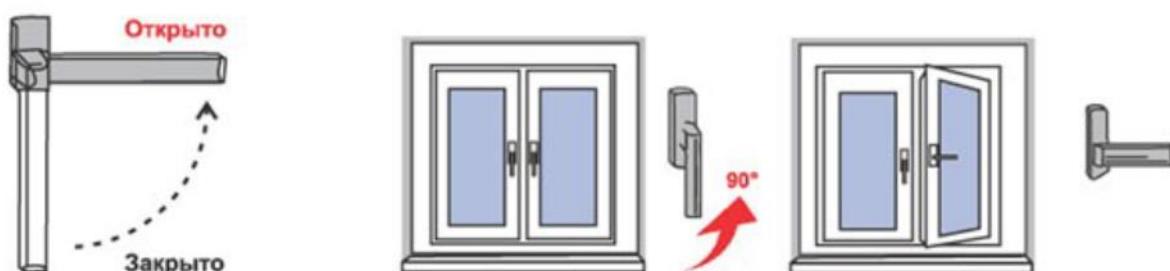

Рис.1
2) Чтобы открыть (распахнуть) створку окна, ручку поворачивают на 90 градусов в горизонтальное положение (положение «Открыто» на Рис. 1). При повороте ручки закрытую створку слегка прижимают к раме другой рукой (чуть выше ручки). Затем, потянув за ручку, створку распахивают (сплошной режим - поворотное открывание).